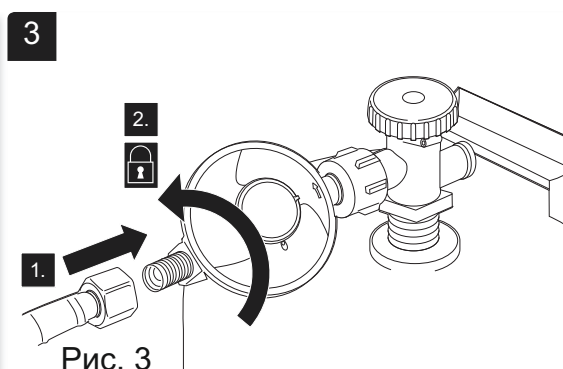

Рис. 3
7. Подключите другой конец газового шланга к редуктору давления (Рис. 3).